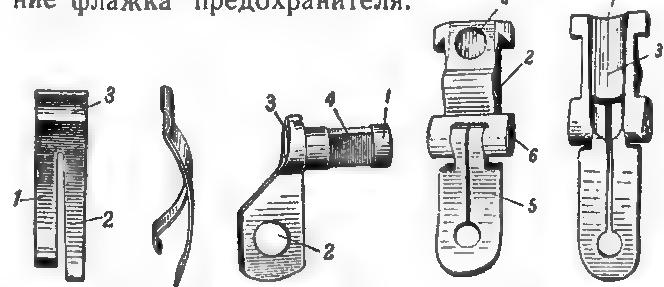

Рис. 37. Пружи-
38. Пружина спусковой тяги (рис. 37) отводит передний конец спусковой тяги вверх, а хвост спускового крючка вперед. Она имеет: изогнутое короткое перо для действия на спусковую тягу; длинное перо для отвода хвоста спускового крючка вперед; выгнутый конец для штифта, удерживающего пружину от продольного смещения в спусковой скобе.